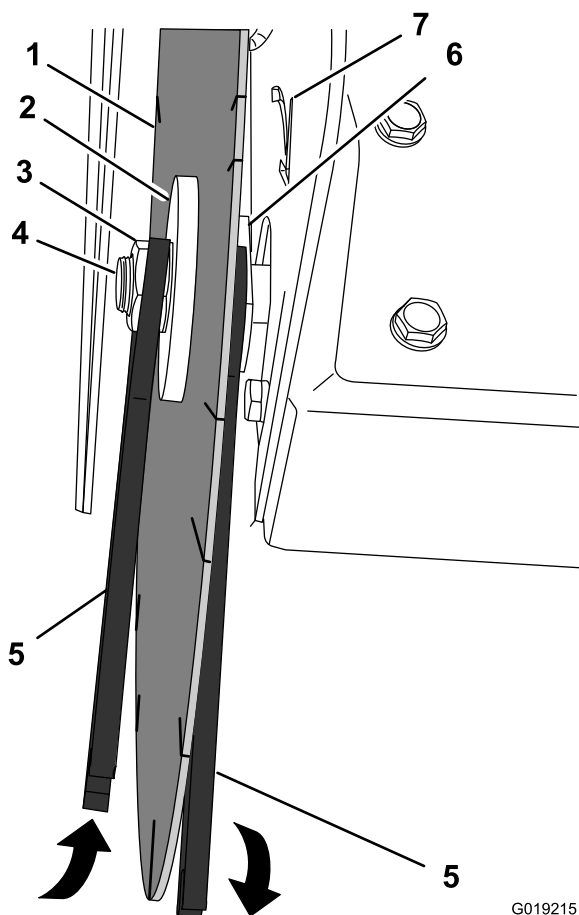

Figure 16
7. Placez une clé sur les méplats du disque intérieur et l'autre sur l'écrou de l'arbre. Dévissez et déposez l'écrou de l'arbre (Figure 16).